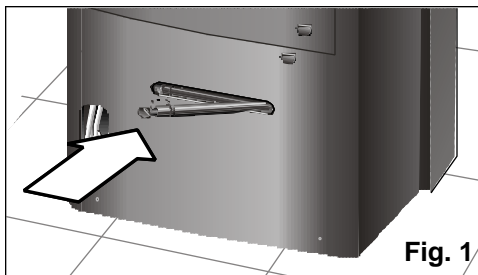

Fig. 1
- Assicuratevi che il tappo di scolo sia collocato bene, perché può allentarsi durante il trasporto, **Fig. 1**.
- ❑ Verificare che il tappo, **Fig. 1**, sia situato nel tubo d'evacuazione per evitare così che l'acqua possa uscire all'esterno e bagnare la superficie d'appoggio.